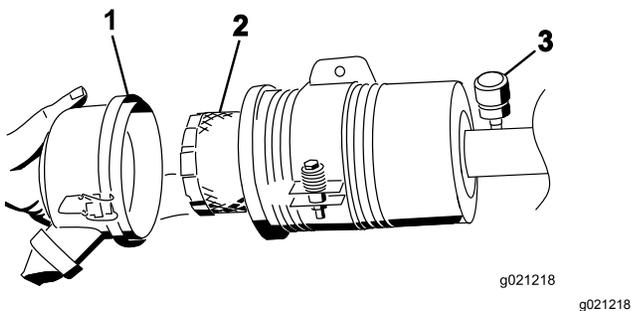

Рисунок 73
4. Снимите и замените фильтр (Рисунок 73).